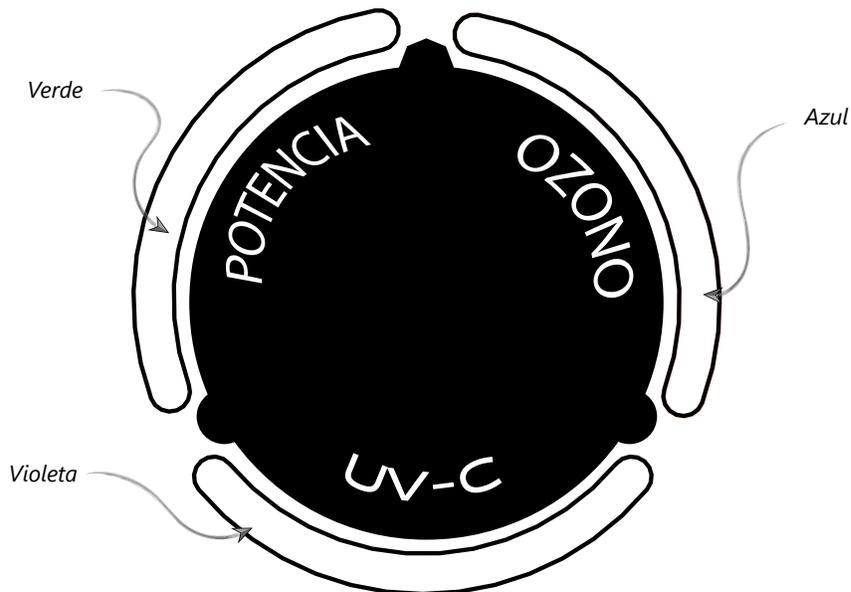

Figura 8: Indicaciones LED en condiciones de funcionamiento normales
* El sistema DEL AOP se construye con uno (AOP 25) o dos (AOP 40) módulos de ozono de descarga por efecto corona APG2. La luz de ozono azul en los LED de estado inteligente del sistema indica que los módulos de ozono están funcionando correctamente (consulte la figura 8 para obtener una vista más detallada).